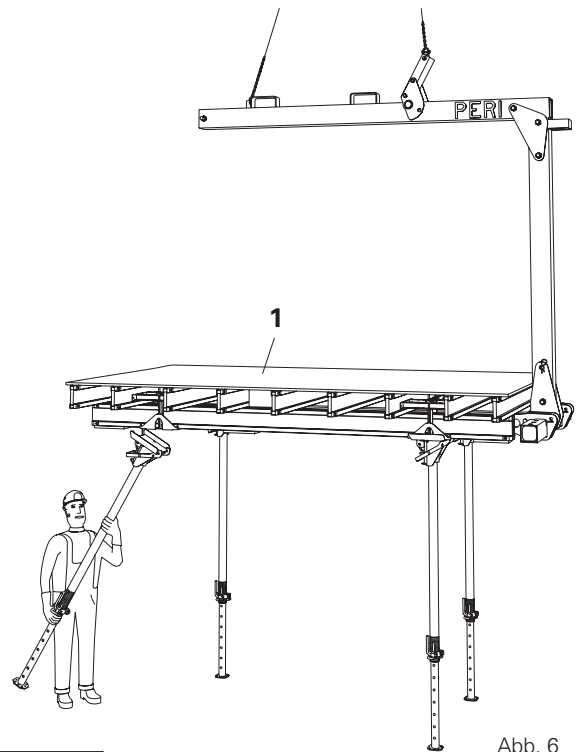

Abb. 6
4. Restliche Stützen ebenso montieren. Abb. 6 + 6a